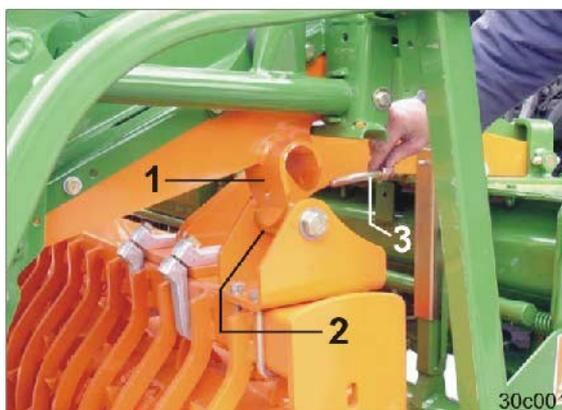

Fig. 92
3. Con las bolsas colectoras (Fig. 92/1) recoger los casquillos del cojinete (Fig. 92/2).
5. Asegurar la unión con tornillos (Fig. 92/3).